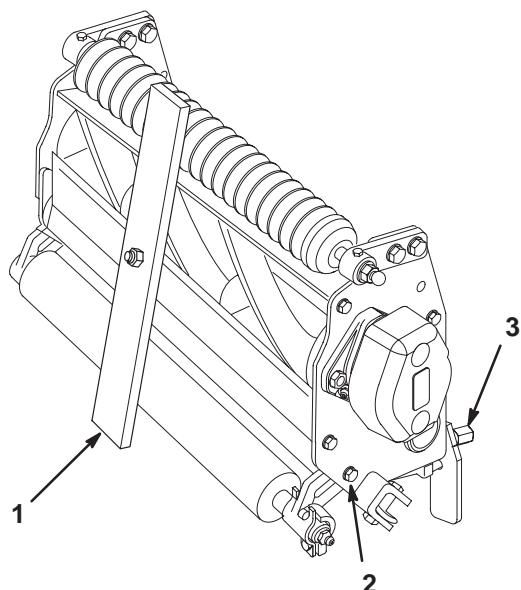

Figure 5
2. Retournez le plateau de coupe (90°) et posez-le en appui sur le rouleau arrière et les pattes arrière supérieures. Desserrez les contre-écrous des boulons de retenue des supports du rouleau arrière (Fig. 5).
3. Sur le calibre (Réf. 13-8199), réglez la tête de la vis à la hauteur de coupe voulue (Fig. 5). La hauteur de coupe correspond à la distance entre le calibre et la base de la tête de la vis.
2. Placez le calibre en travers des rouleaux avant et arrière, et tournez le bouton de réglage de hauteur de coupe (Fig. 5) jusqu'à ce que la base de la tête de la vis s'engage dans le bord coupant de la contre-lame.